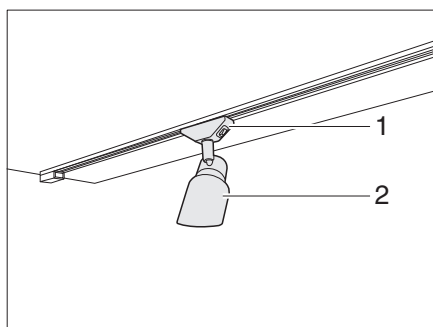

Fig. 85 Spot halogène
- Saisir le support (Fig. 85,1) et le tourner de 45°.
- Retirer le spot halogène (Fig. 85,2) du système de rail.
- Placer le spot halogène (Fig. 85,2) à la position désirée dans le système de rail et le tourner de 45°.
- Tourner le support (Fig. 85,1) de 45°.